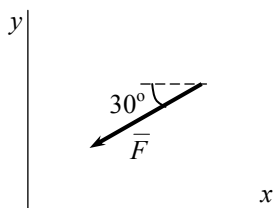

Рис. 1
1. Чему равны проекции силы $\vec{F}$ на оси координат x и y (рис. 1)?